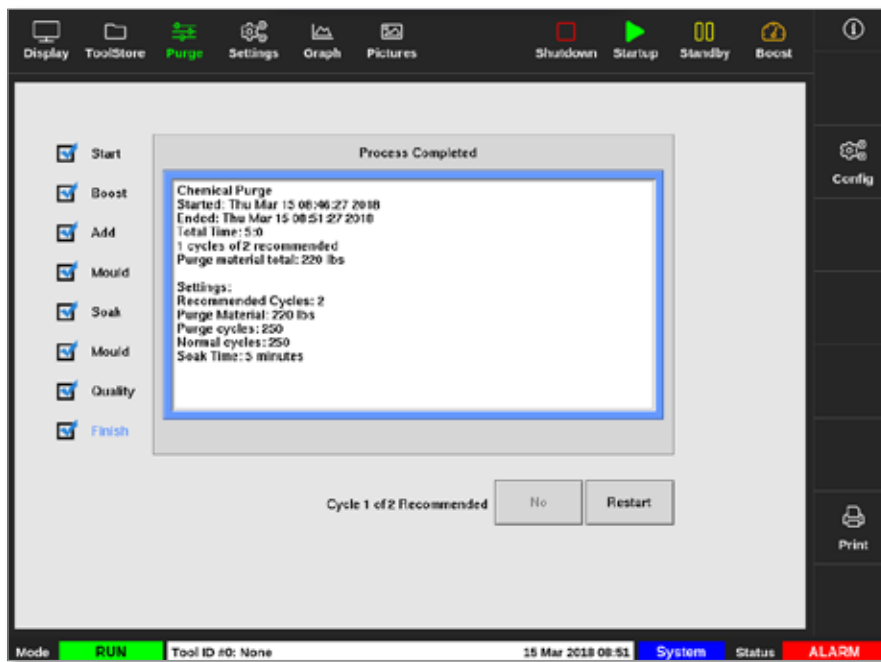

Figura 6-8 Schermata di riepilogo Chemical purge (Pulizia chimica)
8. Finish (Fine): il sistema visualizza una schermata di riepilogo. Vedere la Figura 6-8.